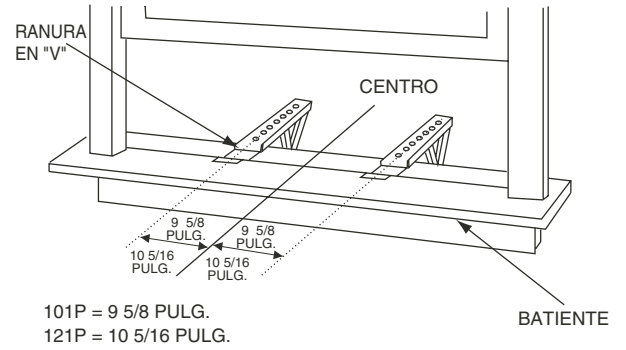

FIGURA 12 — POSICIÓN DE LOS SOPORTES EN EL BATIENTE DE LA VENTANA
- Mida el ancho interno del batiente y marque el centro. La ranura en V de los soportes debe quedar a 9 5/8 pulg. a cada lado del centro interno para las unidades 73KC_101P. La ranura en V de los soportes debe quedar a 10 5/16 pulg. a cada lado del centro interno para las unidades 73KC_121P. Vea la Figura 12. Monte las 2 piezas de soporte en el batiente de la ventana con un tornillo de 3/4 de pulg. (incluido). Los agujeros en las piezas de soporte deben quedar alineados con los agujeros en la parte de abajo de la caja de la unidad para poder hacer la instalación.